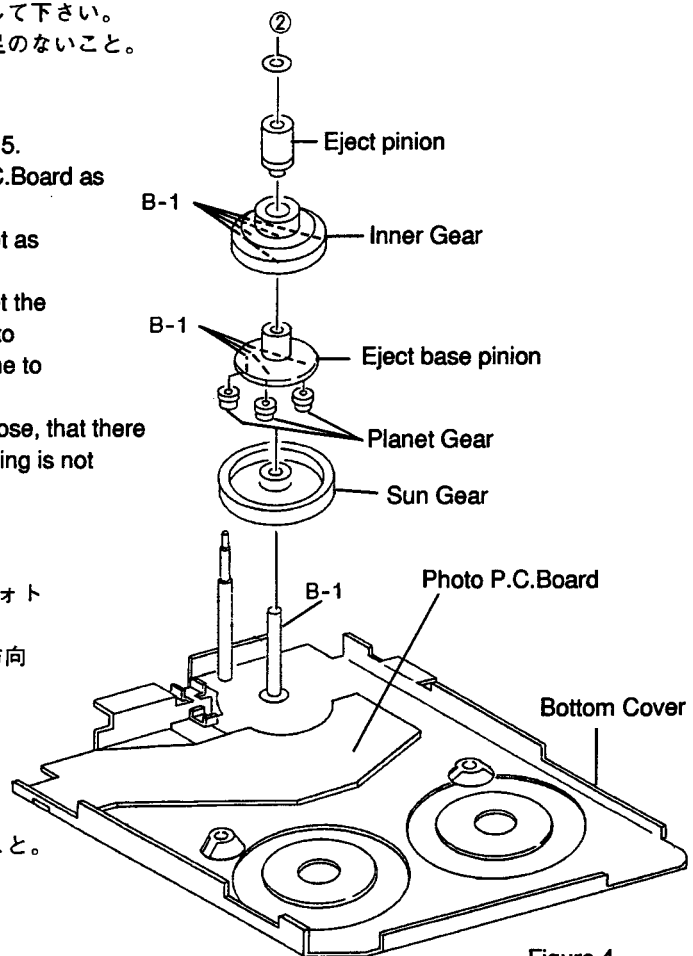

Figure 4
- (1) Remove M1.2 lock washer ② as shown in Figure 4.
- (2) Pull the eject pinion out of the inner gear and remove the inner gear, eject base pinion and sun gear as shown in Figure 4.
- (3) Turn the eject base pinion, remove the three planet gear as shown in Figure 4.
② Take care to avoid damage by piercing and tearing.
③ Do not forget insertion of planet gears. Check number of the gears also.
- (1) ロックワッシャー② (M1.2) を外します。(図4参照)
- (2) イジェクトピニオンをインナーギアより引き抜き、インナーギア／イジェクトベースピニオン／サンギアの順に外します。(図4参照)
- (3) イジェクトベースピニオンを裏返しにしてプラネットギア (3個) を外します。(図4参照)